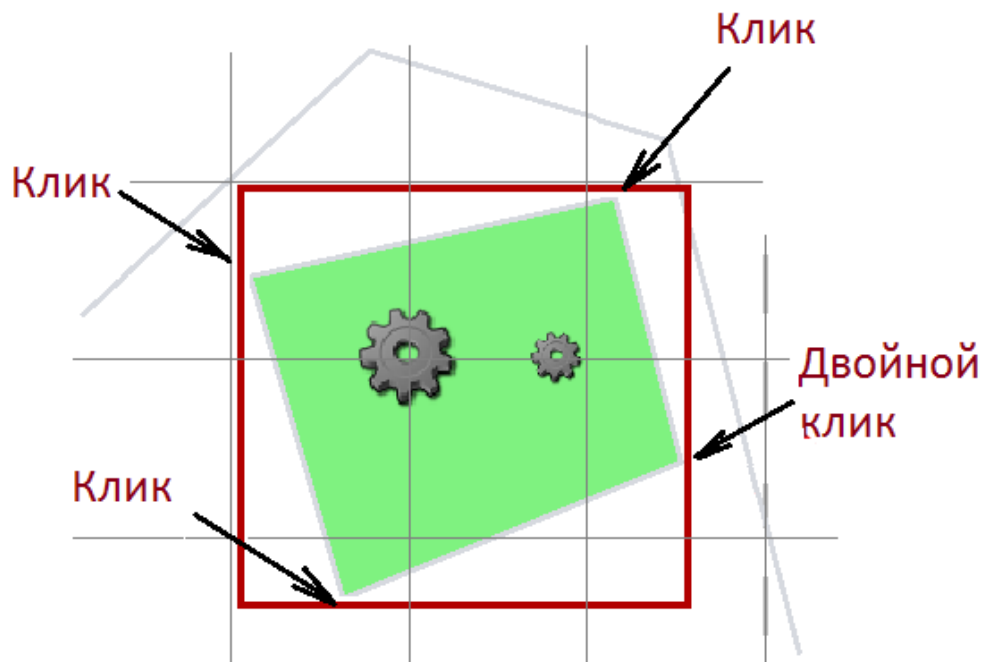

Рис. 145
5) после создания группы она визуально не отображается на плане. Так же как и в случае с линейным устройством необходимо использовать инструмент «Создать узлы»  (Рис. 145) и с его помощью нанести на план линию. Клики левой кнопки мыши создают вершины многоугольника, а двойной клик завершает создание линии и одновременно сохраняет группу устройств. Так для сохранения нанесенной группы устройств можно нажать кнопку «Сохранить» на панели инструментов.